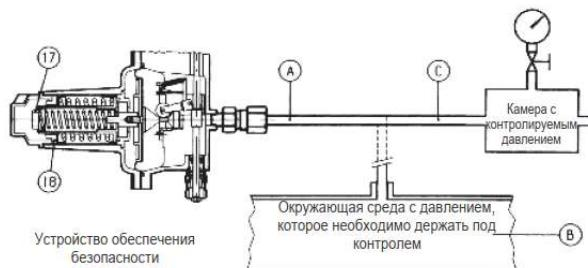

Рис.20
Б. Для устройств, не имеющих клапана "push" (рис. 20) рекомендуется отдельно подсоединить управляющую головку к вспомогательному контролируемому давлению и повторить описанные выше операции
B. Для устройств, не имеющих клапана "push" (рис. 20) рекомендуется отдельно подсоединить управляющую головку к вспомогательному контролируемому давлению и повторить описанные выше операции